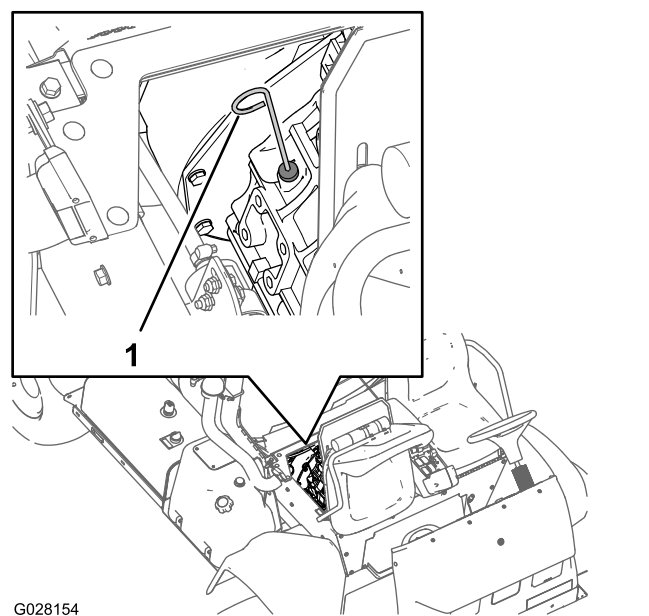

Figura 72
7. Añada lentamente más aceite del tipo especificado para que el nivel llegue a la marca Lleno de la varilla (Figura 72).